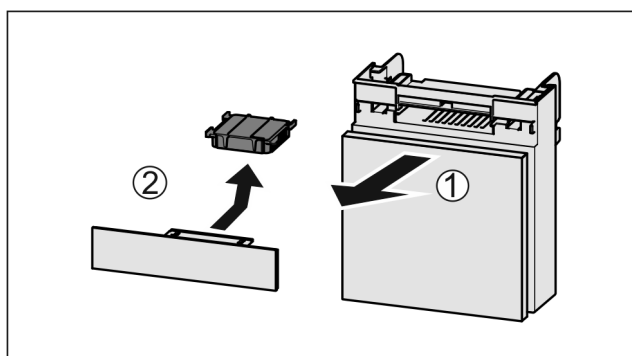

Fig. 178
- Lade vanaf de voorkant eruit trekken Fig. 178 (1).
- Actiefkoolfilter verwijderen Fig. 178 (2).